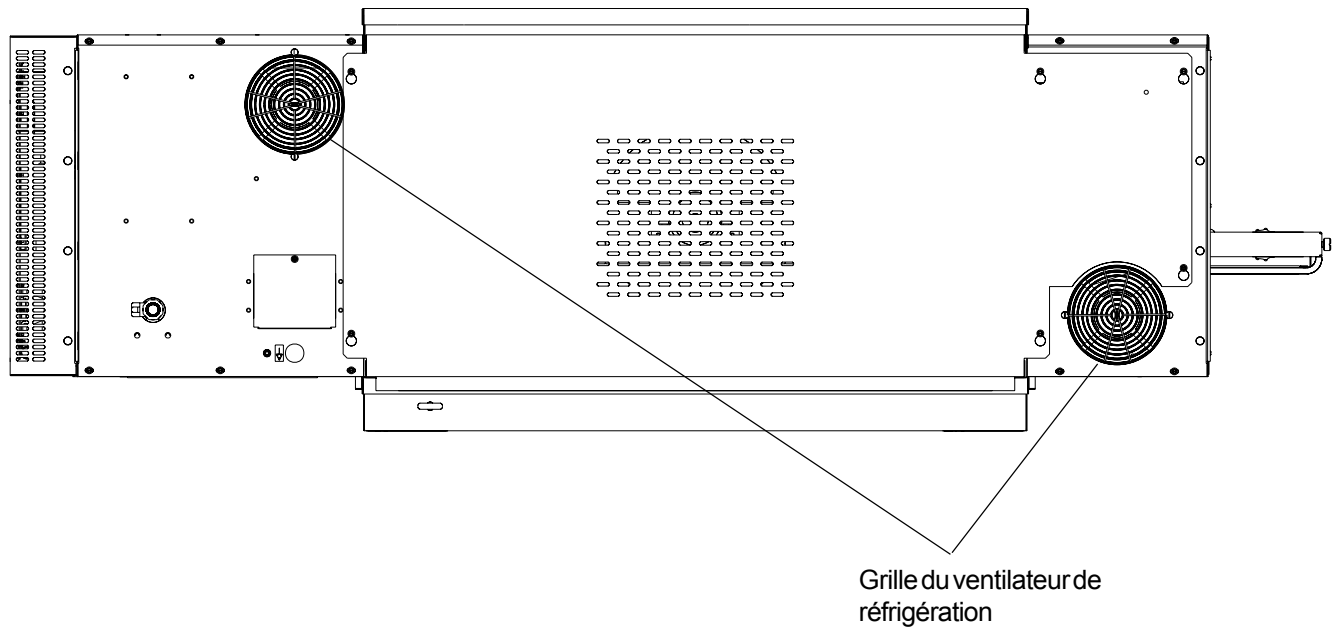

Figure 1-8. Ventilateur de réfrigération
E. Ventilateur de réfrigération — Voir Figure 1-8